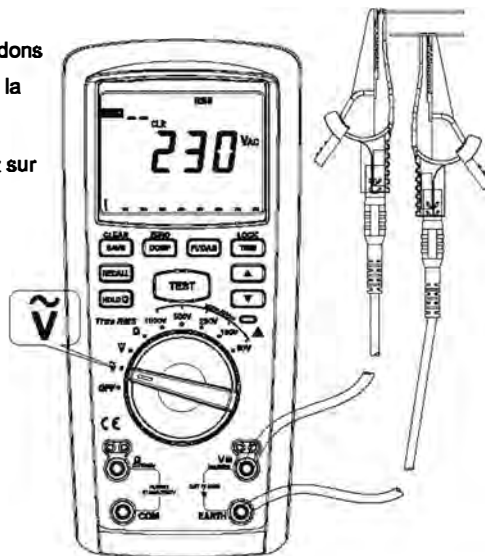

Figure 4
1. Mesure de tension AC (voir Figure 4)
- ① Insérez le cordon rouge dans la borne " $\sim V$ " et le noir dans la borne "EARTH".
- ② Placez le commutateur sur " $\sim V$ " et connectez les cordons de test en parallèle avec la source ou aux bornes de la charge à mesurer.
- ③ Lire la valeur de tension à l'écran.
- ④ Pour sauvegarder la mesure pendant le test, appuyez sur "SAVE".